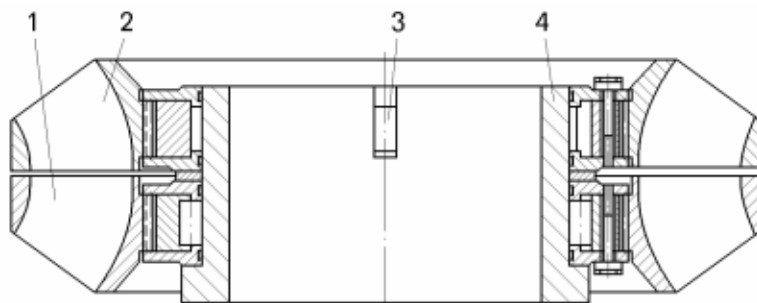

Рисунок 6.33 – Оправка для сборки колес реакторов:
– установить плавающую шайбу 37 и колеса первого 25 и второго 26 реакторов, предварительно собрав их с муфтами свободного хода. Для сборки колес первого 25 и второго 26 реакторов с муфтами свободного хода необходимо использовать специальную оправку (рисунок 6.33).